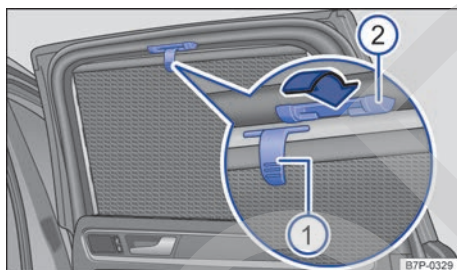

Fig. 130 En la ventanilla trasera derecha: cortinilla parasol.
- Suba la cortinilla hasta el tope tirando hacia arriba de la lengüeta → **fig. 130 ①**.
- Enganche las dos argollas de la barra de sujeción en las fijaciones correspondientes **②**. Asegúrese de que la cortinilla esté enganchada correctamente en ambas fijaciones **②**.
- Para enrollar la cortinilla, desenganche la parte superior y acompañela hacia abajo con la mano hasta que se introduzca en su alojamiento → **①**.